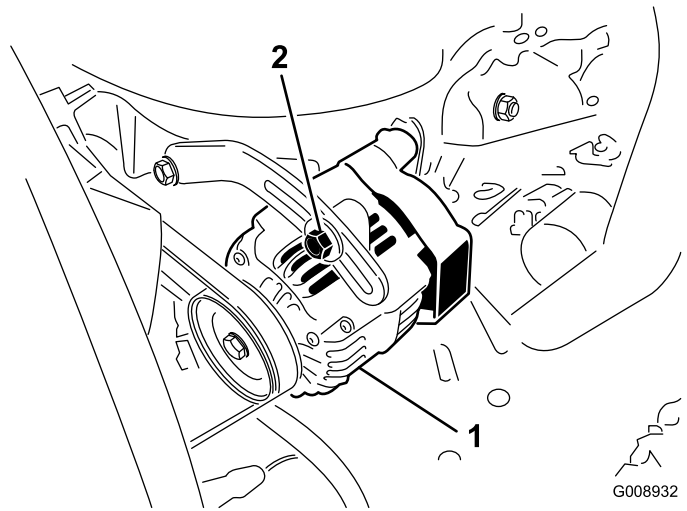

Figure 52
2. Si vous n'obtenez pas une flèche de 10 mm ($\frac{3}{8}$ po), desserrez les boulons de fixation de l'alternateur (Figure 52).